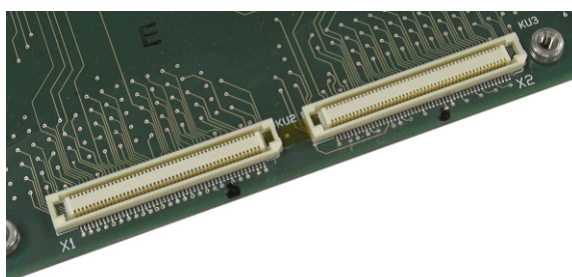
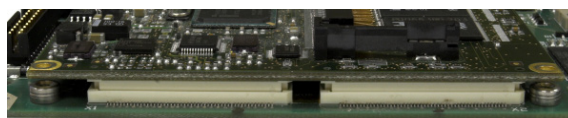

Abbildung 3-53: Großdarstellung der ETX-Steckverbinder auf der Hauptplatine
Abbildung 3-54: An den Steckverbindern anliegendes ETX-Board
1. Beachten Sie die Ausrichtung des ETX-Boards in Abbildung 3-53. Die ETX-Steckverbinder sind so angeordnet, dass sie nicht rückwärts eingesetzt werden können.
2. Positionieren Sie das ETX-Board über seinen Steckverbindern. In Abbildung 3-53 sind zwei dieser Steckverbinder dargestellt. Abbildung 3-54 zeigt eine Seitenansicht des an seinen Steckverbindern anliegenden Boards.